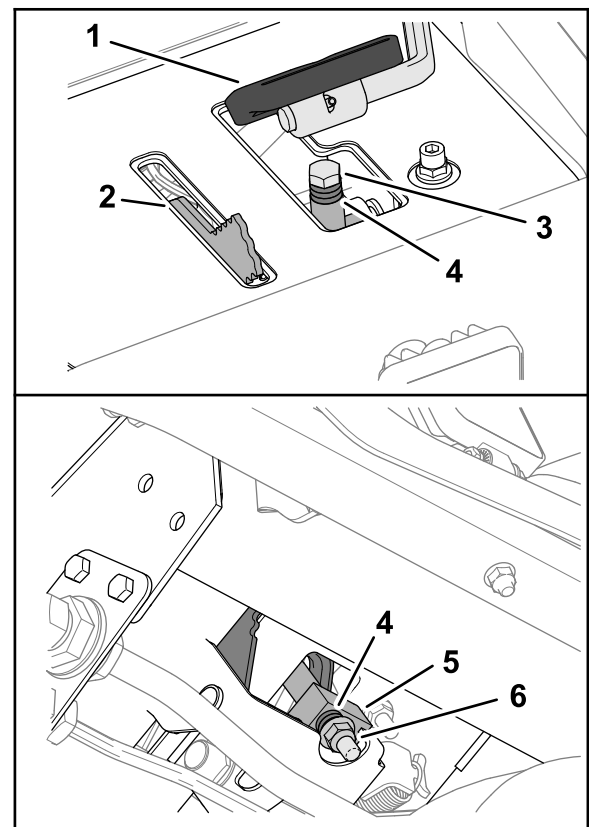

Bild 137
3. Entfernen Sie die Anschlagschraube und die Sicherungsbundmutter unterhalb des Fahrpedals, mit denen die Distanzstücke am Mähanschlagsblock befestigt sind (Bild 137).